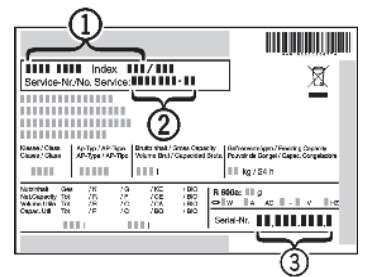

Fig. 24
- ▶ Relever la désignation de l'appareil Fig. 24 (1), le n° de service Fig. 24 (2) et le n° de série Fig. 24 (3) sur la plaquette signalétique. Cette plaquette se trouve sur la paroi intérieure gauche de l'appareil.
- ▶ Informer le S.A.V. et lui communiquer la panne, la désignation de l'appareil Fig. 24 (1), le n° de service Fig. 24 (2) et le n° de série Fig. 24 (3).